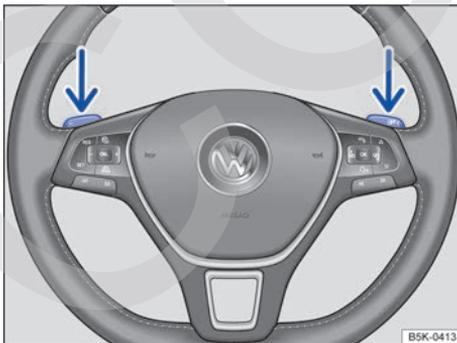

Fig. 119 Volante con levas de cambio para el Tiptronic.
- Tire de la leva derecha → fig. 119 hacia el volante para cambiar a una marcha más larga.